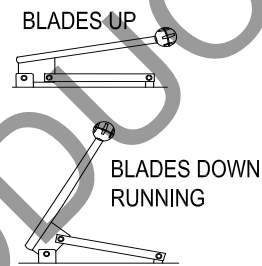

Fig. 1
**POSITION AF BLADE & DYBDE STYRESTANG:** Bladene kan hæves eller sænkes ned på jorden ved hjælp af stangen til højdejustering på motorbasen. Den følgende bladdybde kan justeres højere eller lavere. (Se Fig. 1 & 2)